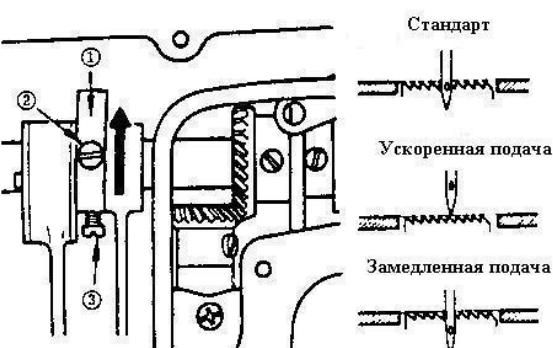
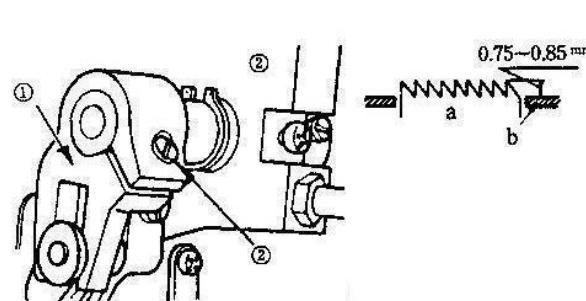

Рис. 18
Рис. 19
12. РЕГУЛИРОВКА ПОДАЧИ МАТЕРИАЛА (Рис. 18)
- Освободите два установочных винта(1) и (3) на эксцентриковом кулачке двигателя ткани, выберите соответствующую позицию эксцентрикового кулачка и снова затяните винты.
13. ВЫСОТА ЗУБЧАТОЙ РЕЙКИ ДВИГАТЕЛЯ ТКАНИ (рис. 19).